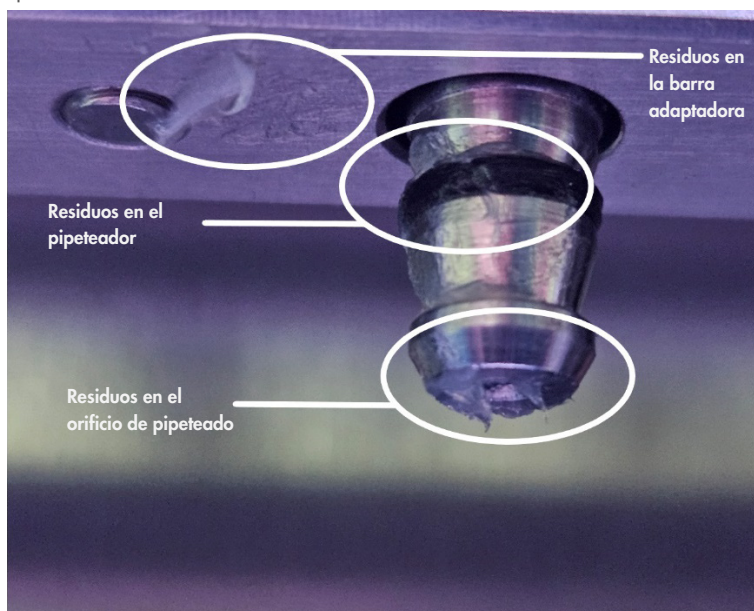

Figura 180. Ejemplo de un adaptador de puntas engrasado en exceso. Se deben comprobar todos los puntos marcados y eliminar los residuos de lubricante visibles.
8. Asegúrese de que no haya lubricante en otros lugares que no sean los anillos en D, especialmente en la barra de la parte superior y en la apertura de las pipetas (consulte la Figura 180, más adelante).